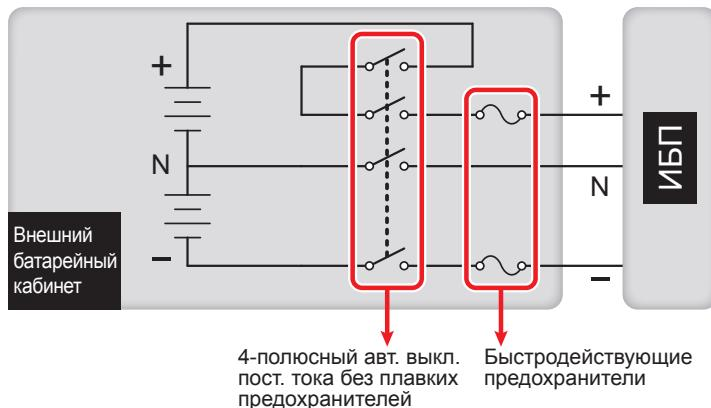
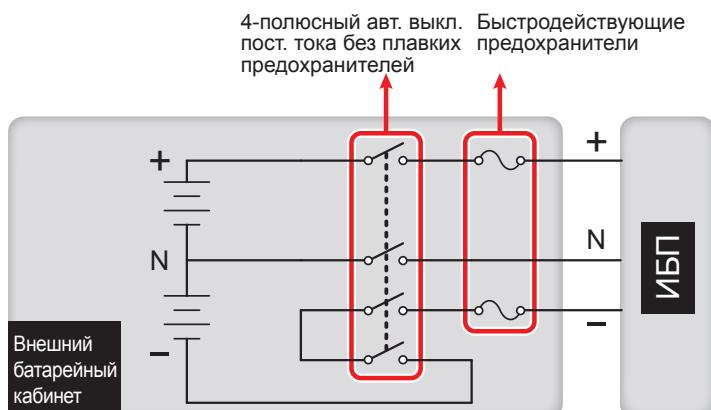

Рис. 6-18. Установка 4-полюсного автоматического выключателя постоянного тока и быстродействующих предохранителей (I)
Рис. 6-19. Установка 4-полюсного автоматического выключателя постоянного тока и быстродействующих предохранителей (II)
- Необходимо использовать 4-полюсный автоматический выключатель постоянного тока (без встроенных предохранителей). На один полюс разрешается подавать постоянное напряжение 250 В, на два последовательно включённых полюса – 500 В, на три – 750 В пост. тока. При установке 4-полюсного автоматического выключателя постоянного тока и быстродействующих предохранителей между ИБП и блоком внешних батарей сторонних производителей руководствуйтесь *рис. 6-18* или *рис. 6-19*.